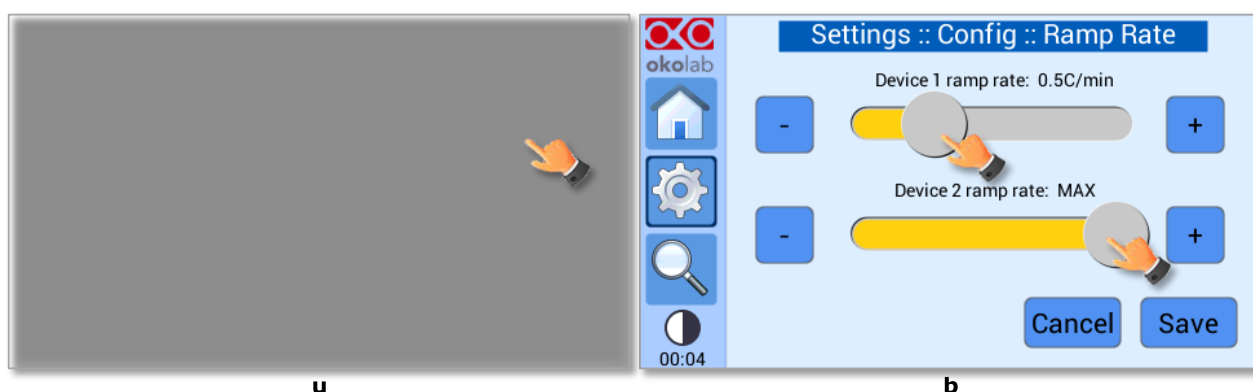

Figura 29. Velocità di rampa. (a) Come accedere al menu della tariffa di rampa; b) Definizione della velocità di rampa
- 1 Premere sull'icona *Velocità di rampa* , vedere Figura 29(a)
- 2 Utilizzare la barra di scorrimento o le icone + e – per selezionare la velocità di riscaldamento massima (in °C/min) per ciascun dispositivo e salvare, vedere la Figura 29 (b)